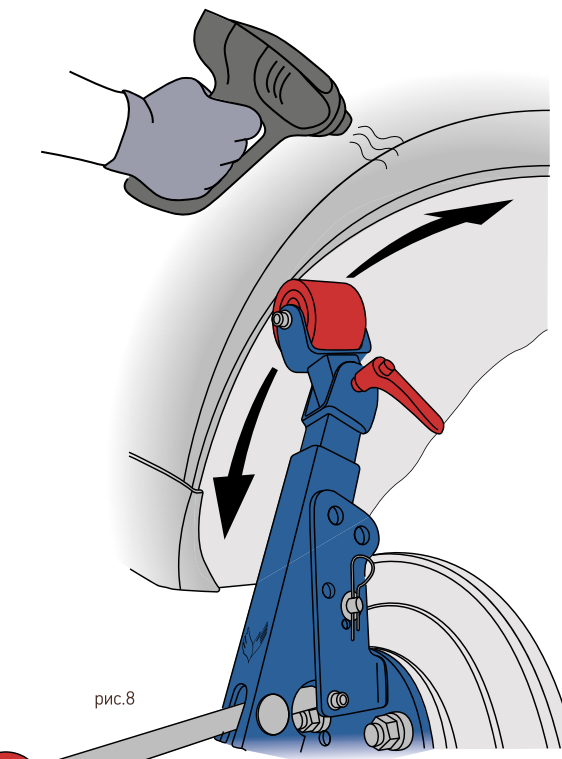

рис.8
⑦ Подберите такое положение рабочего рычага, при котором ролик станет параллельным кромке арки (рис.8). Процесс раскатывания идет от меньшего расстояния от крыла до ступицы к большему.
⑧ Равномерно прогрейте арку промышленным феном до температуры в 50 – 60 °С (рис.8). Данная температура, при отсутствии специального прибора, легко контролируется прикосновением. Разогретая поверхность не должна обжигать руку.